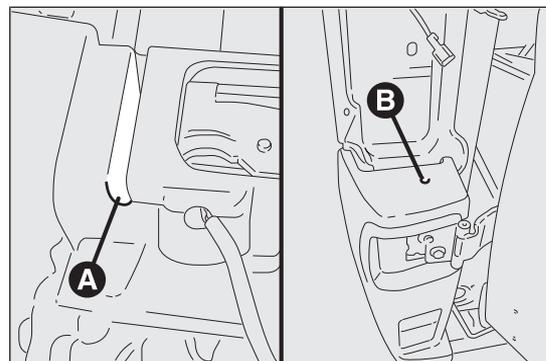

Abb. 201
- die untere Befestigung A zwischen mittlerer und seitlicher Stoßstange Abb. 201 herausdrehen;